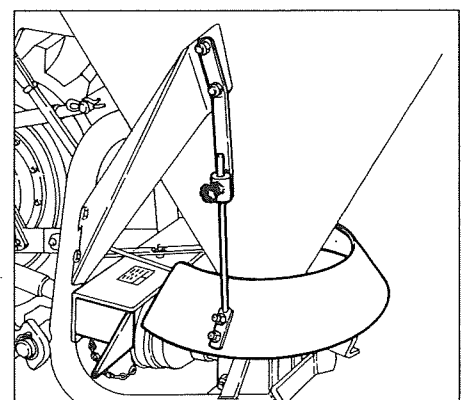

Fig.12
- Déflecteur pour l'épandage du sel (Fig.12)